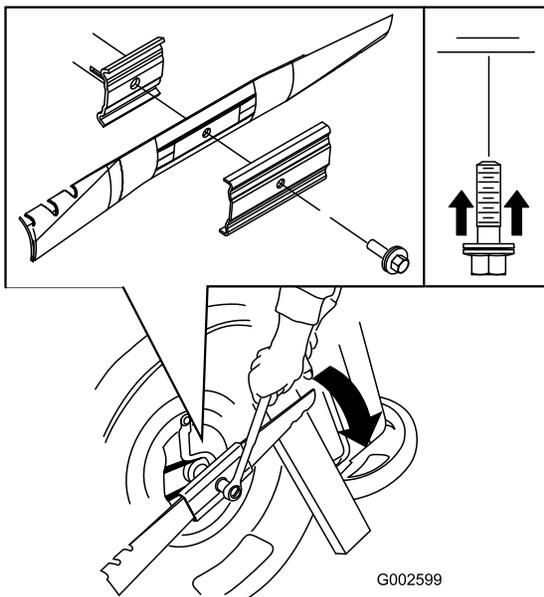

Bild 27
- Installieren Sie ein neues Messer (drehen Sie die Messerschraube nach rechts) und alle Befestigungen (Bild 27).